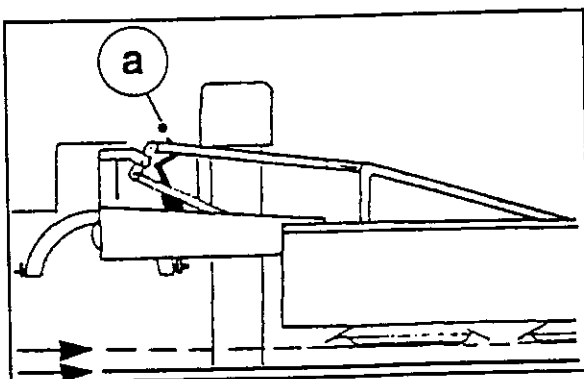

Fig. 4-15
- Ajustar las barras conductoras inferiores de tal manera con la palanca (a) que la máquina elevada cuelgue más o menos en posición horizontal (Fig. 4-15).